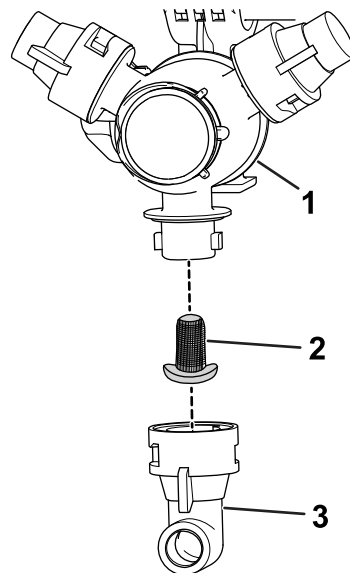

图 102
2. 从喷嘴转动架卸下喷嘴图 102。
3. 拆下旧喷嘴过滤器图 102。
4. 安装新喷嘴过滤器图 102。
5. 将喷嘴安装到喷嘴转动架上图 102。